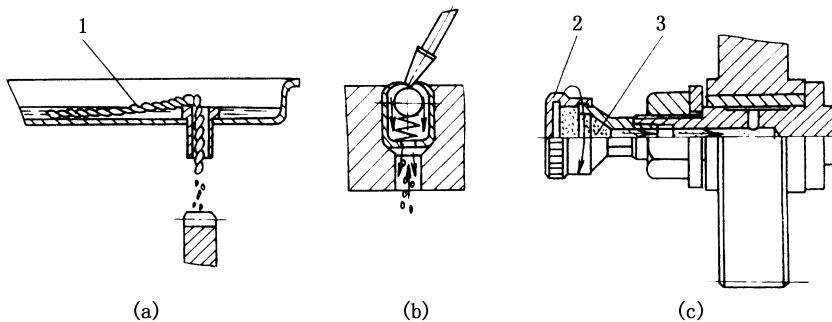

图 2-23 润滑的几种方式
- (1) 浇油润滑。常用于外露的滑动表面。例如，床身导轨面和滑板导轨面等。
- (2) 溅油润滑。常用于密闭的箱体中。例如，车床主轴箱中的转动齿轮将箱底的润滑油溅射到箱体上部的油槽中，然后经槽内油孔流到各润滑点进行润滑。
- (3) 油绳导油润滑。常用于进给箱和溜板箱的油池中。利用毛线既易吸油又易渗油的特性，通过毛线把油引入润滑点，间断地滴油润滑(图2-23(a))。
- (4) 弹子油杯注油润滑。常用于尾座、中滑板摇手柄及三杠(丝杠、光杠、开关杠)、支架的轴承处。定期地用油枪端头油嘴压下油杯上的弹子，将油注入。油嘴撤去，弹子又回复原位，封住注油口，以防尘屑入内(图2-23(b))。
- (5) 黄油杯润滑。常用于交换齿轮箱挂轮架的中间轴或不便经常润滑处。事先在黄油杯中加钙基润滑脂，需要润滑时，拧紧油杯盖，则杯中的油脂就被挤压到润滑点中去(图